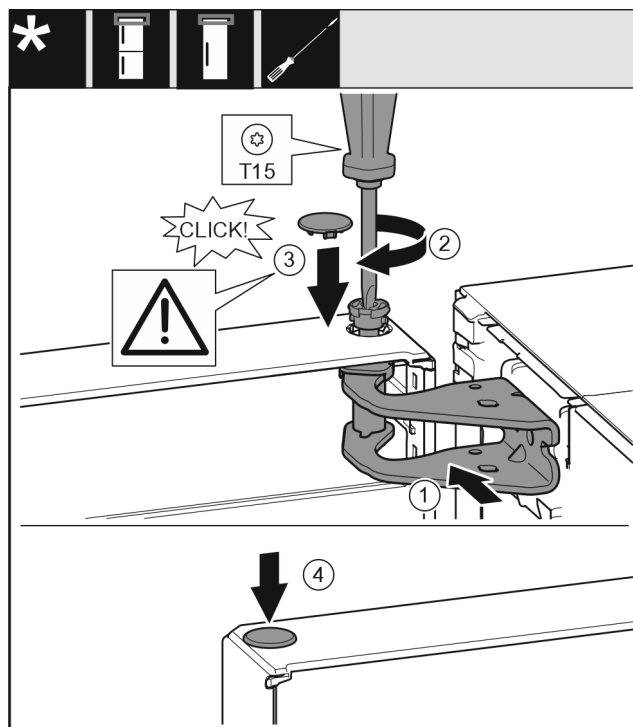

Fig. 23
- ▶ Выровняйте дверь вверх по отверстию в опорном кронштейне. Fig. 23 (1)
- ▶ Вставьте палец и затяните отверткой T15. Fig. 23 (2)
- ▶ Установите предохранительную крышку для защиты двери: Вставьте предохранительную крышку и проверьте, прилегает ли она к двери. В ином случае вставьте палец полностью. Fig. 23 (3)
- ▶ Вставьте заглушку. Fig. 23 (4)